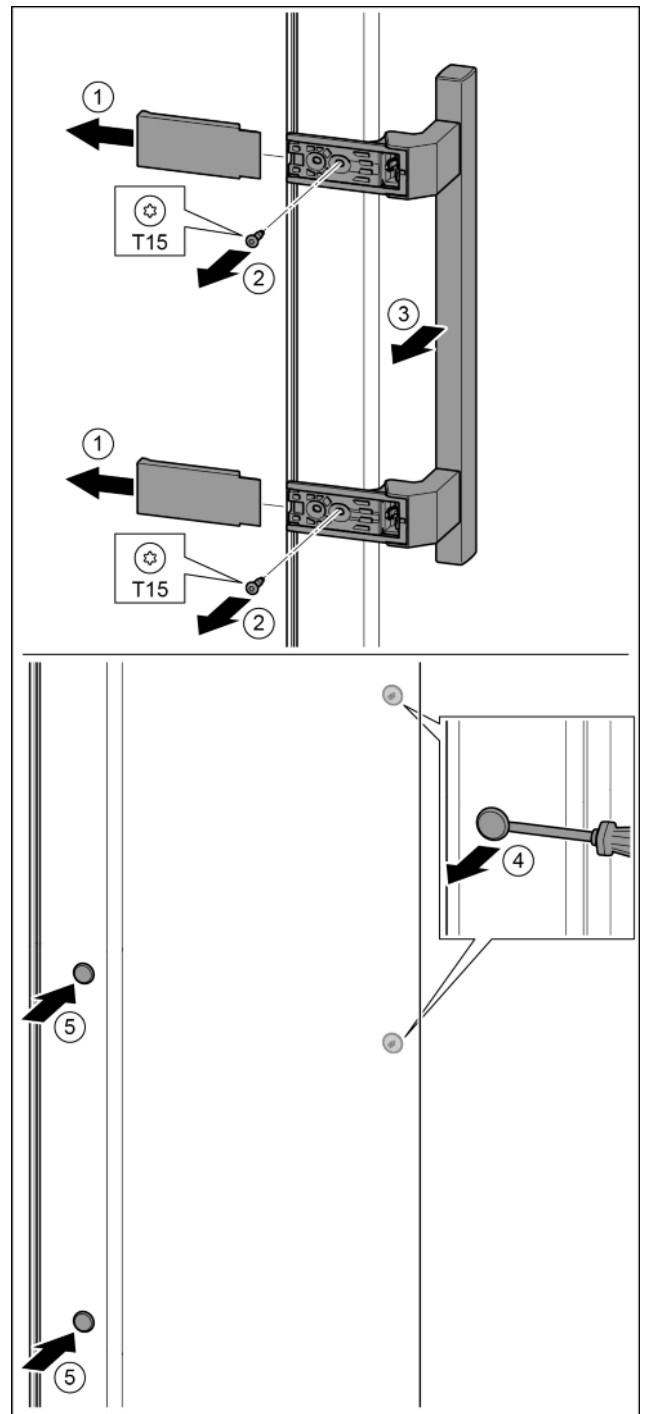

Fig. 15
- ▶ togliere la copertura. Fig. 15 (1)
- ▶ Con il cacciavite T15 svitare le viti. Fig. 15 (2)
- ▶ Togliere la maniglia. Fig. 15 (3)
- ▶ Con un cacciavite sollevare con attenzione i tappi laterali ed estrarli. Fig. 15 (4)
- ▶ Inserire nuovamente i tappi sull'altro lato. Fig. 15 (5)